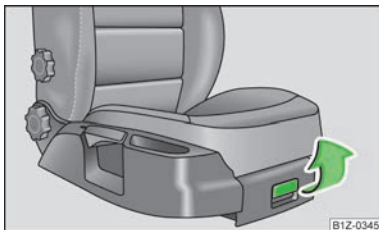

Fig. 77
- » Pentru deschiderea clapetei, trageți de mâner » fig. 77.